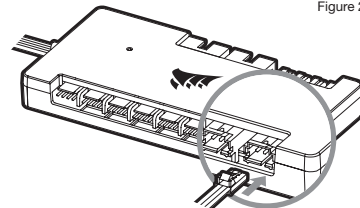

Figure 2
3. Insert the RGB connector in a CORSAIR Commander PRO port or Lighting Node PRO port (figure 2).
3. Insérez la connexion RGB dans le port d'un CORSAIR Commander PRO ou d'un Lighting Node PRO (figure 2).
3. Stecken Sie den RGB-Stecker in einen CORSAIR Commander PRO-Port oder Lighting Node PRO-Port (Abbildung 2).